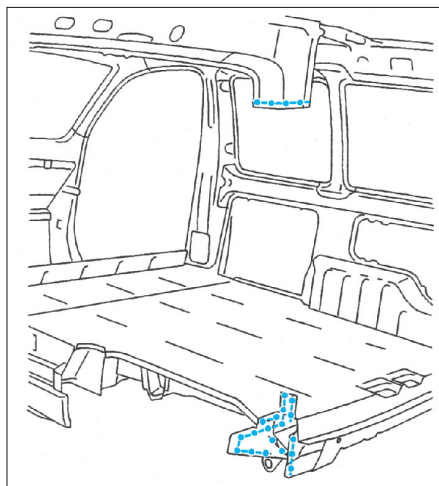

FIG. 157
- Préparer les bords d'accostage (protéger par un apprêt soudable) (Fig.157).